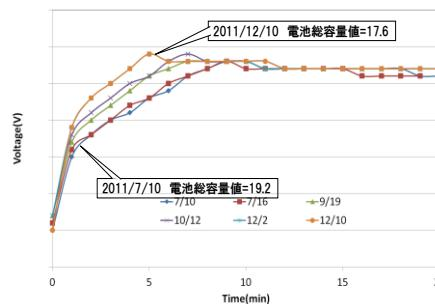

図2 充電時の電圧と充電時間の関係
- EV充電回数が多くなるにつれて、定電流充電時の電圧の傾きが大きくなっています。これは内部抵抗が増加していく、劣化が進んでいることを示唆しています（図2）。